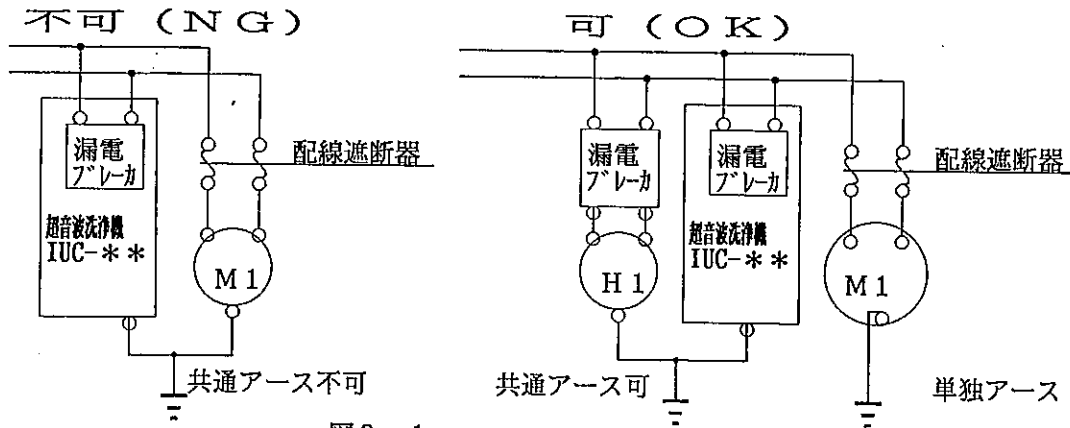

図3-1.
- ① 本機は漏電ブレーカを使用していますが、第三種接地工事によるアースは必要です。
- ② 漏電ブレーカと配線遮断器が混在する回路では、共通接地線は取れません。図3-1. 参照